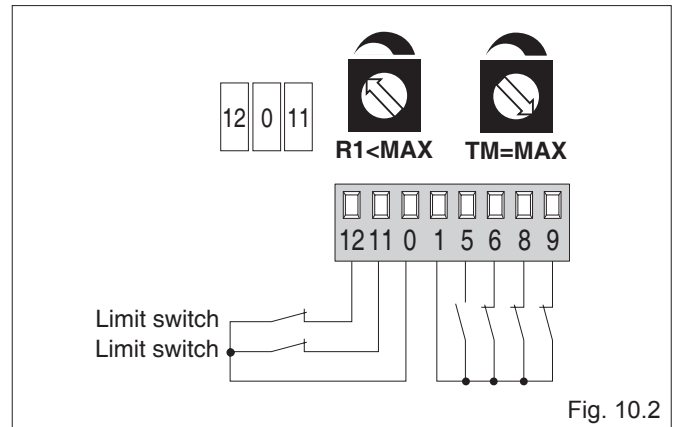

Fig. 10.2
- (Fig. 10.2) L'anta si ferma sui finecorsa ed inverte sugli ostacoli.